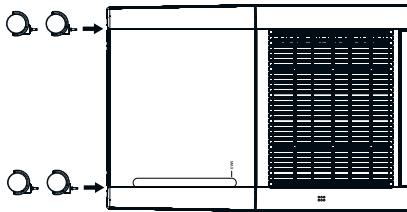

Fig. 1
- ◆ Împingeți rolele ⑥ în cele patru orificii aflate în partea de jos a aparatului până sunt fixate (a se vedea fig. 1).